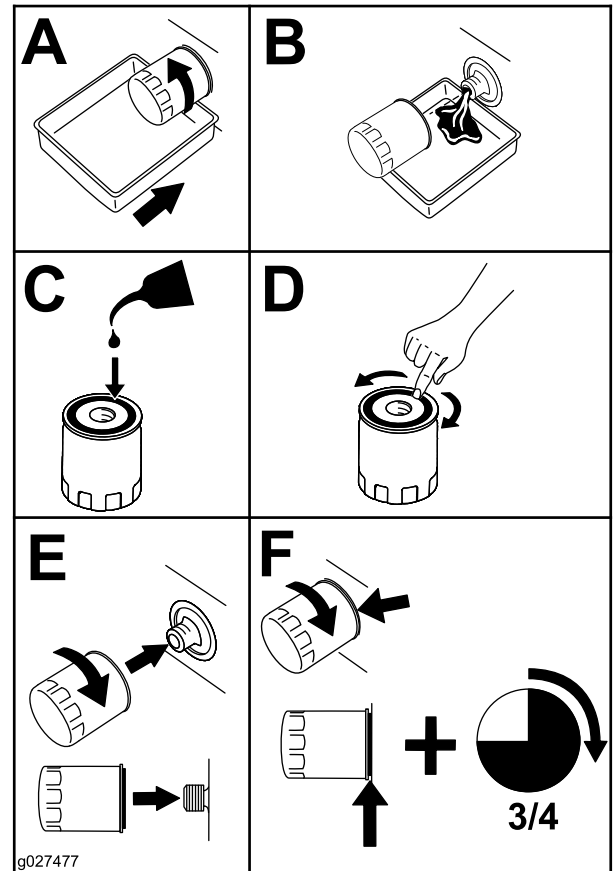

Figure 69
6. Remplacez le filtre à huile moteur comme montré à la Figure 69.